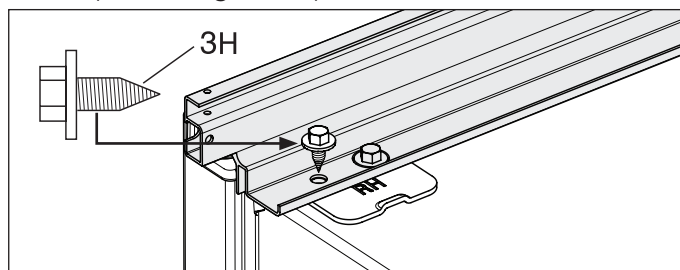

Figure 11
9. a. Si vous installez deux appareils, enlevez la vis extérieure qui est la même sur les deux côtés (si vous n'installez qu'un seul appareil, cette vis a été retirée à l'étape 6). Alignez la garniture supérieure et fixez-la à l'aide d'une douille de 3/8 po. Répétez cette étape sur l'autre côté. (Voir la Figure 11).